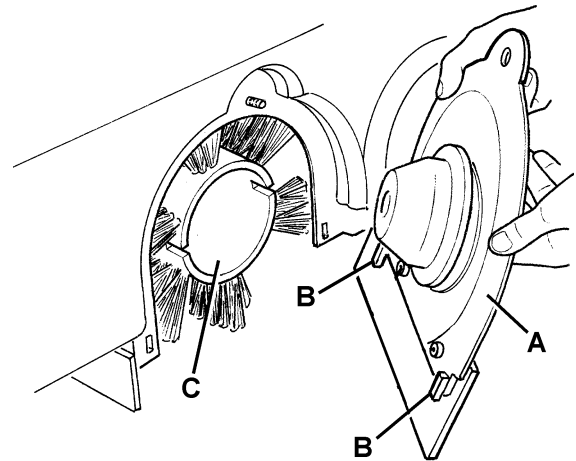

Figure 7
7. Enlever le couvercle (A, Fig. 7) du balai central en le pressant vers le bas pour dégager les dispositifs de retenue (B).
8. Enlever le balai central (C, Fig. 7).
12. Installer le couvercle (A, Fig. 7) du balai central en engageant les dispositifs de retenue (B).